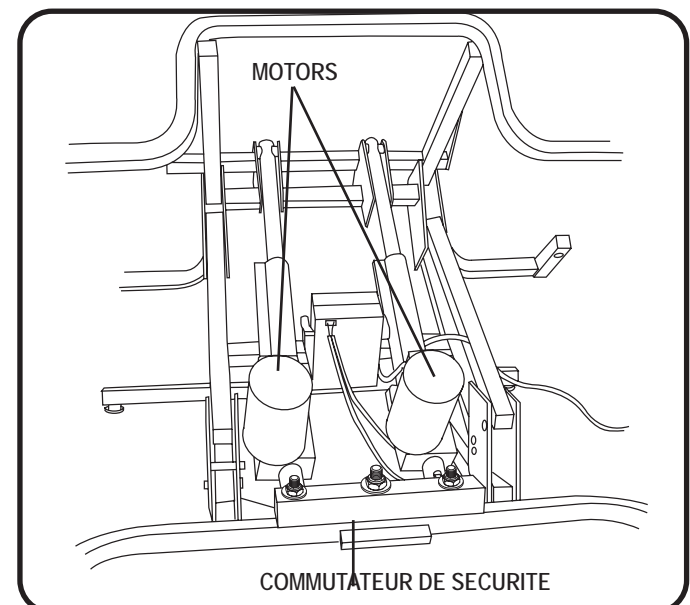

Figure 5.3 Moteurs synchronisés (synchronisation corrigée)
3. Pesez sur le bouton "UP" jusqu'à ce que le fauteuil soit élevé au maximum. Ceci rétablira le réglage du moteur (Fig. 5.3).